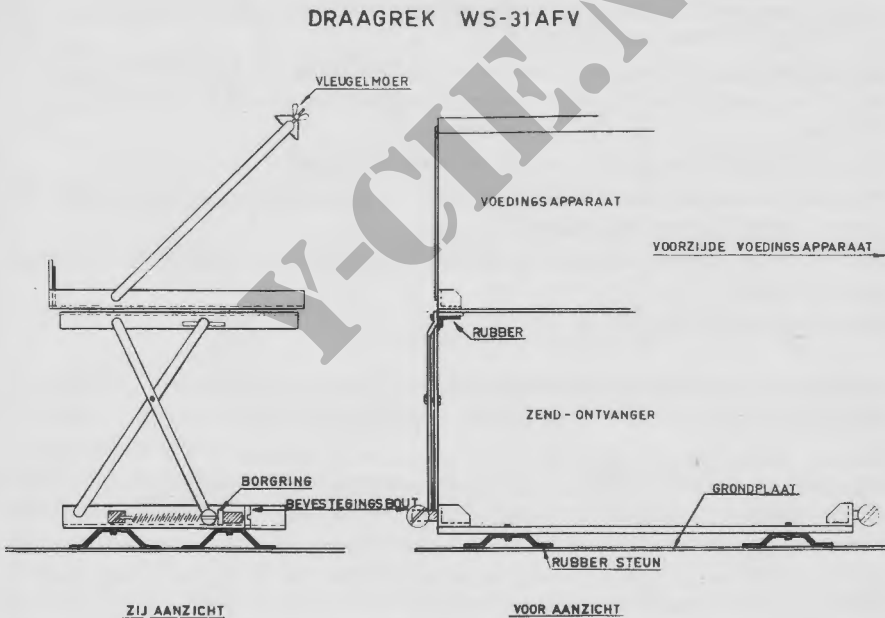

Fig. 71. Draagrek WS-31 (B-set)
3. Controleer of de borgring stevig vastzit op de beide bevestigingsbouten van het draagrek (zie fig 71).